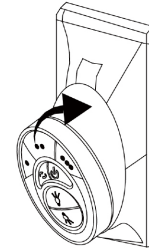

Figura 27
**Paso 1.** Para colocar el transmisor en la placa de pared, coloque primero el extremo inferior y luego presione la parte superior en la placa de pared. El transmisor ahora está sujeto a la placa de pared y funcionará desde aquí. (Figura 27)